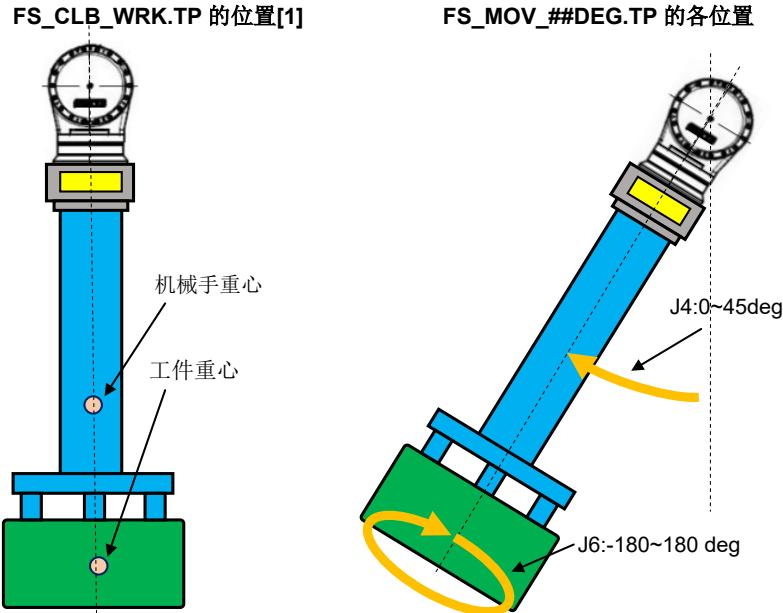

图 3.2.2(b) 在夹持工件的状态下获取力觉数据
- (1) 请获取机械手与工件的准确重量（单位：N）。请利用图纸值或利用秤等测量进行求出。
- (2) 将 TP 示例程序"FS_CLB_HND.TP"复制到新程序（例."FS_CLB_HND1.TP"）中。
- (3) 打开 TP 程序"FS_CLB_HND1.TP"，将命令"CALL FSSETHAND(#)"的自变量"#"更改为仅机械手的重量。（单位：N）
- (4) 执行 TP 程序"FS_CLB_HND1.TP"，然后在未夹持工件的状态下移动机器人。（图 3.2.2(a)）
- (7) 用机械手夹持工件样品, 在机器人移动到"FS_CLB_WRK1.TP"内的位置[1]时, 确认其重心位于力觉传感器中心轴的正下方。 (图 3.2.2(b))
- (8) 执行 FS_CLB_WRK1.TP 并调用"FS_MOV_##DEG.TP"(## = 5,15,30,45)与"FS_GET_F.TP", 然后在 J4=0~45deg、 J6=-180~180deg 之间缓慢移动机器人以获取力觉数据。 (图 3.2.2(b))